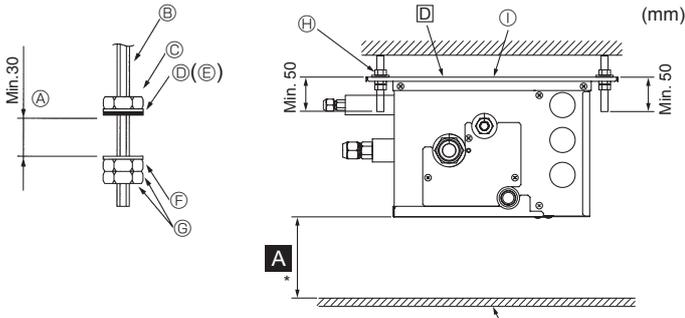

Fig. 6-1
- (2) Rondelaları ve somunları (①, ②, bulunduğunuz yerden temin edin) askı civatalarına takın. (Fig. 6-1)
- (3) Üniteyi, askı civatalarına asın.
- (4) Somunları sonuna kadar sıkın (tavan yüksekliğini kontrol edin).
- (5) Şube kutusunu yatay olarak hizalamak için bir su terazisi kullanın.
- Ⓓ Rondela (yastıklı) ①
- Ⓕ Rondela (yastıksız) ②